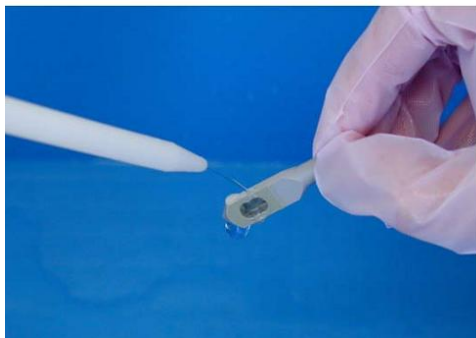

图8 用去离子水清洗脂膜的表面图
3. 完全去除内部液后，用去离子水洗干净脂质膜的表面和探针的后面，如图8所示。